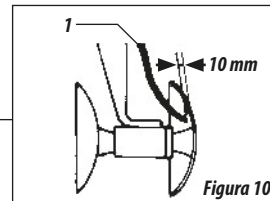

Figura 10
- 21 - Fijar la lanza de enganche completa ítem 1 figura 10 en la armación ítem 2 con los tornillos y tuercas ítem 3.
- 23 - Para CRSG/CRI de 12 a 28 discos introducir la varilla ítem 12 e n la chapa del cupero principal, fijando con el perno ítem 13. Introducir en la varilla ítem 12 el soporte del resorte ítem 14 el resorte ítem 15 el soporte del resorte ítem 16 y las tuercas ítem 17 conforme detalle figura 10.
- 26 - Poner la presilla (grapa) de las mangueras ítem 11 en la viga del cuerpo principal, conforme figura 10.